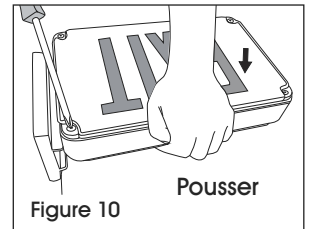

Figure 10
15. Fixez en place la ou les plaques frontales à l'aide des vis. (Voir Figure 10)